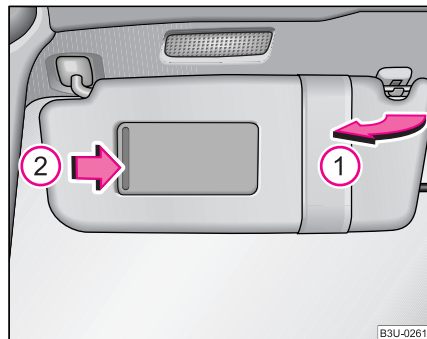

Fig. 44 Parasolarele: Rabatarea
Parasolarul conducătorului și al pasagerului din dreapta pot fi scoase din suporturi și îndreptate către uși ① ♥ fig. 44.